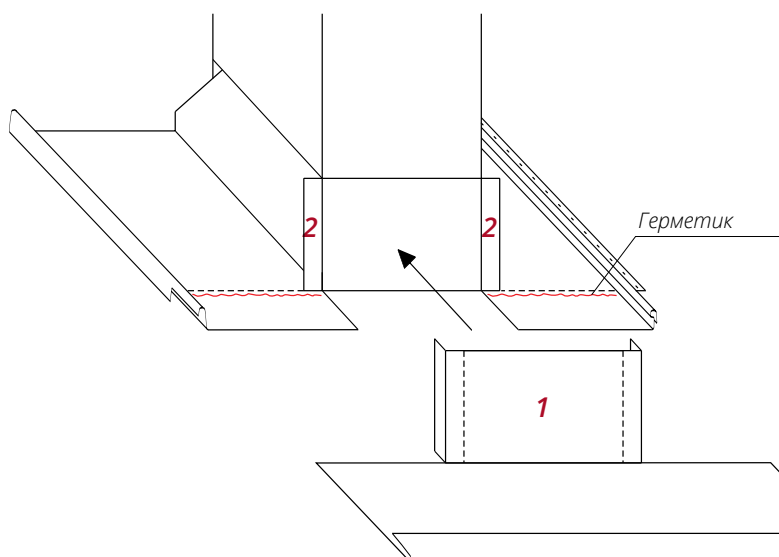

Рис. 9
- Соедините Планку примыкания верхнюю 1 одинарным фальцем к отгибам на панелях **2** (рис. 9).